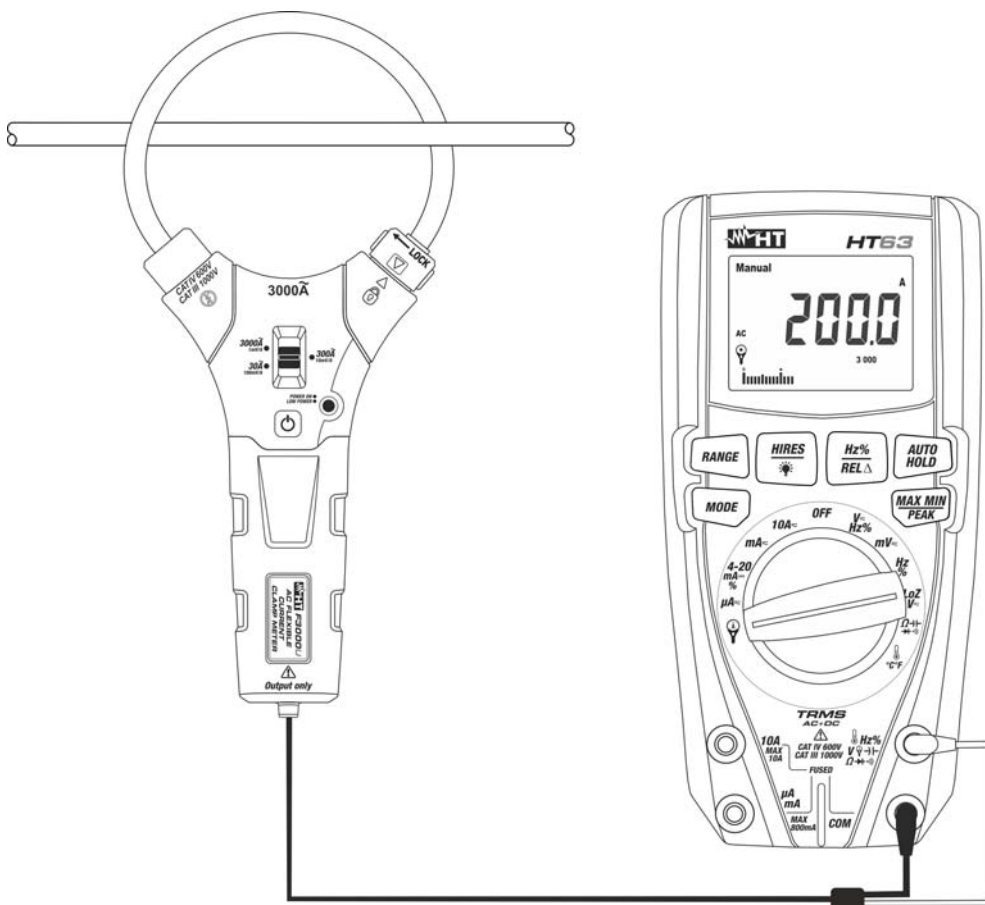

Fig. 3: Uso dello strumento per misura di corrente AC in abbinamento a modello HT63
7. Aprire il toroide ed inserire il cavo di fase al centro del medesimo (vedere Fig. 3). Il valore della corrente **espresso in A** è mostrato a display del multimetro